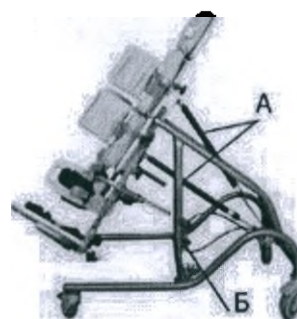

Рис.73
1) Регулировка поворотного лежа по углу наклона (рис.73)